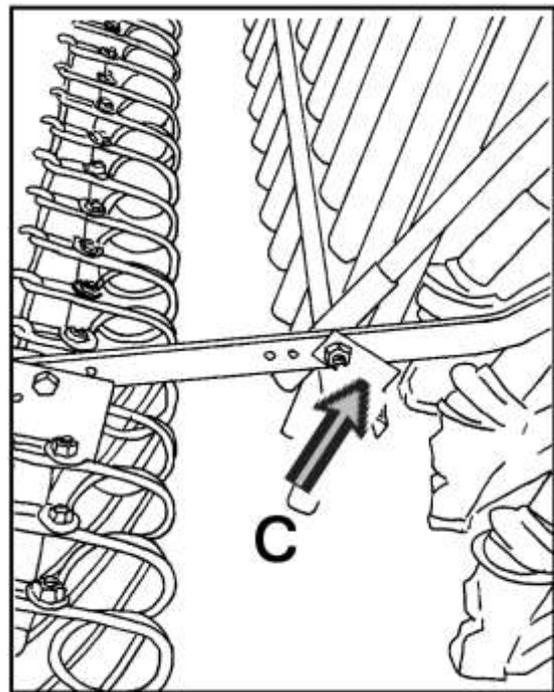

Abb. 1.
Der Balken der Grassaatgutleitungen muss an die Arme der Nachegge über Winkelverbindungsstücke (C) angebaut werden. Siehe Abb. 1.